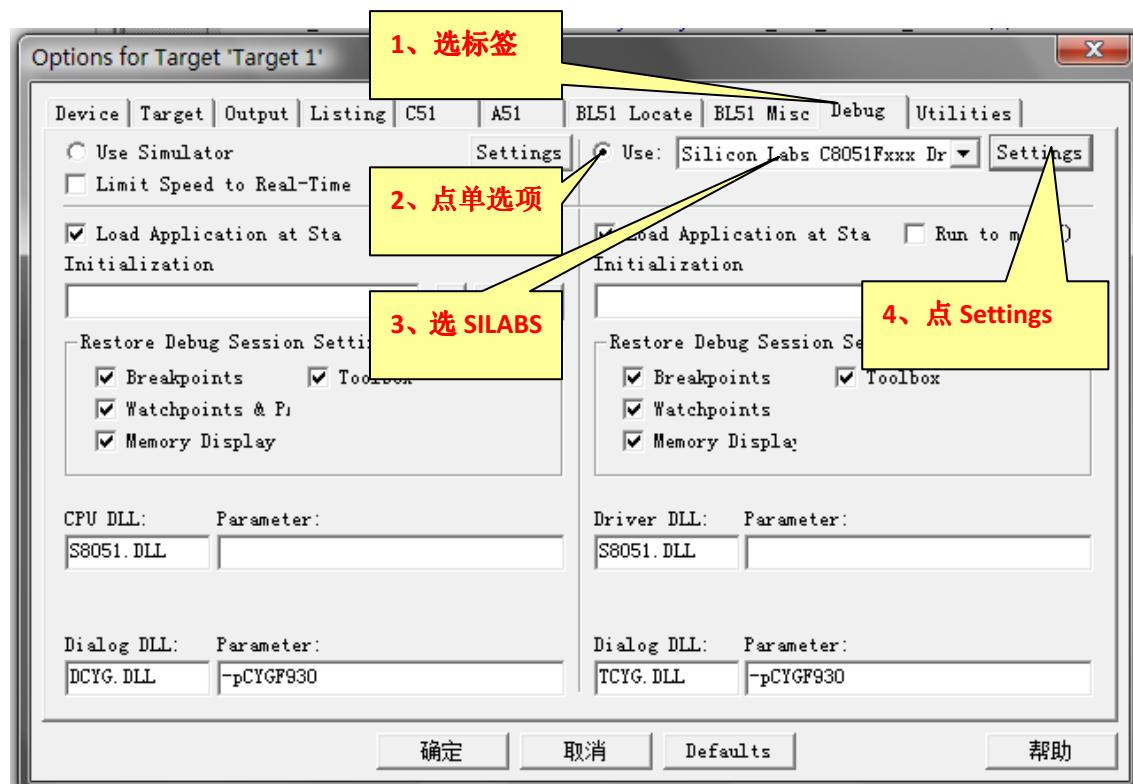
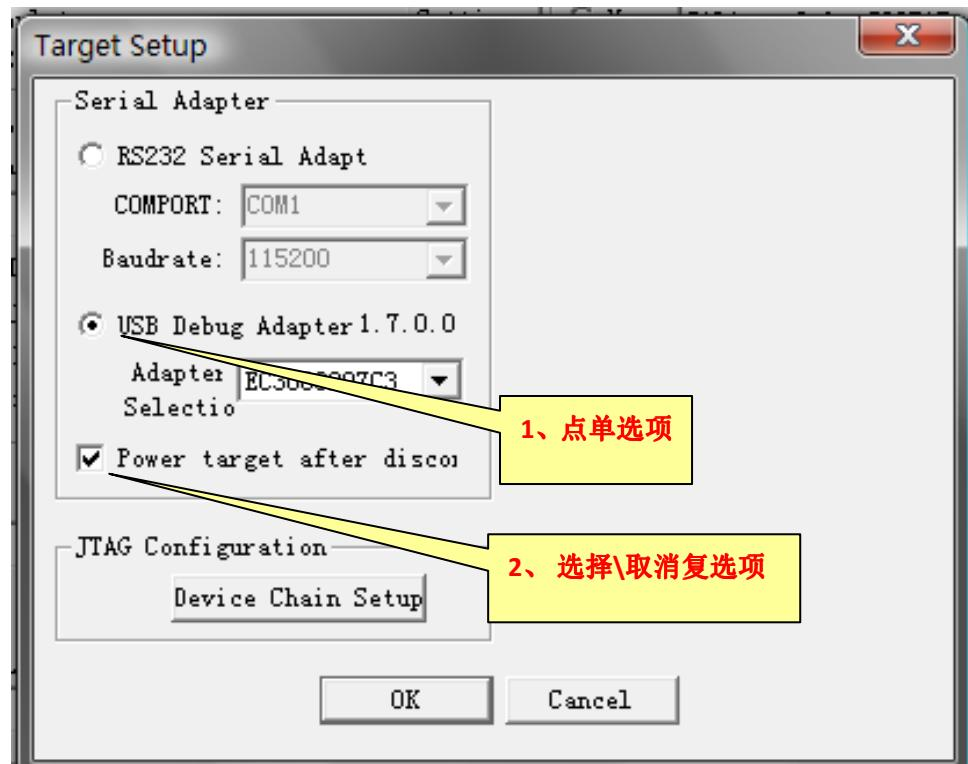

图 1-5 Option for Target 'Target 1'
图 1-6 Target Setup
- 第二步: 点击“Project” → “Option for Target ‘Target 1’”。便打开如“图 1-5 Option for Target ‘Target 1’”“对话框”。
- 第三步: 如图 1-5, 选择标签“Debug”;
- 第四步: 如图 1-5, 点击单选项“Use”;
- 第五步: 如图 1-5, 选择下拉框中“Silicon Labs C8051FXXX Driver”;
- 第六步: 如图 1-5, 点击按钮“Setting”, 打开“图 1-6 Target Setup”;
- 第七步: 如果此时已连接调试器, 则图 1-6 中“USB Debug Adapter”变为可选, (如使用 U-EC5,或 U-EC6) 需选中。相反, 为灰色、不可选;